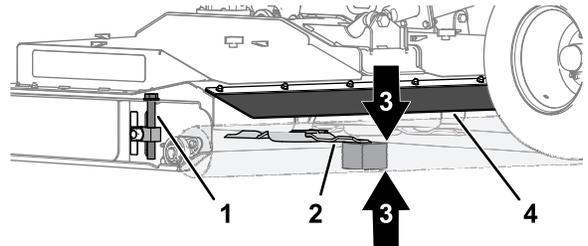

図 74
1. デッキの後方から、フラップを持ち上げて中央のブレードの後方端部と床面との間に角材 50 mm 角を入れる 図 74。